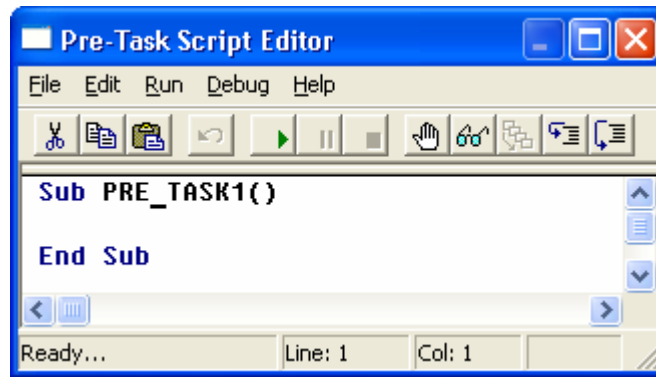

Рис. 4.76. ИСП предварительной процедуры задачи программного проекта приложения
- *Предварительная процедура (Pre-Task Script) и пост-процедура (Post-Task Script) задачи.* Каждая сканируемая задача приложения имеет предварительную процедуру и пост-процедуру. Предварительная процедура выполняется один раз перед первым запуском задачи, а пост-процедура — один раз после последнего завершения задачи. Для их редактирования достаточно выполнить команду **Setup | Pre task Script** или команду **Setup | Post task Script** (рис. 4.76 и 4.77). По
умолчанию эти процедуры не выполняют никаких действий (см. рис. 4.76 и 4.77). Указанные два типа процедур при определенных условиях используются для инициализации или сброса значений, связанных с объектами, которые входят в приложения.